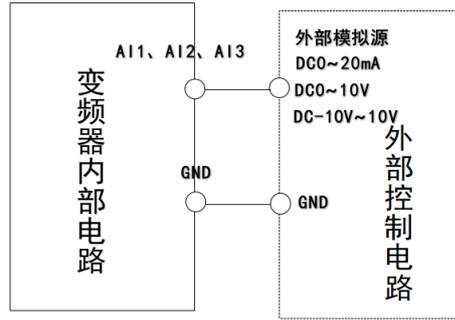

图2 模拟量输入端子接线示意图
1. 接线：将变频器的 AI1、AI2 或 AI3 接到外部支持模拟量输出的模拟源，GND 接到模拟量输出的公共端（因微弱的模拟电压信号特别容易受到外部干扰，所以一般需要用屏蔽双绞电缆，而且配线距离尽量短，不要超过 20m），具体接线示意图如下图 2 所示：